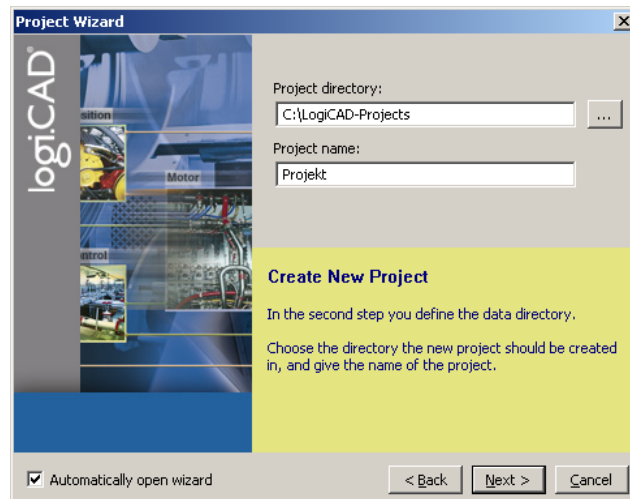

Abbildung 71: Projektname und Pfad
5. Geben Sie einen Projektnamen und einen Pfad an, wo die Projektdateien gespeichert werden sollen (siehe Abbildung 71).